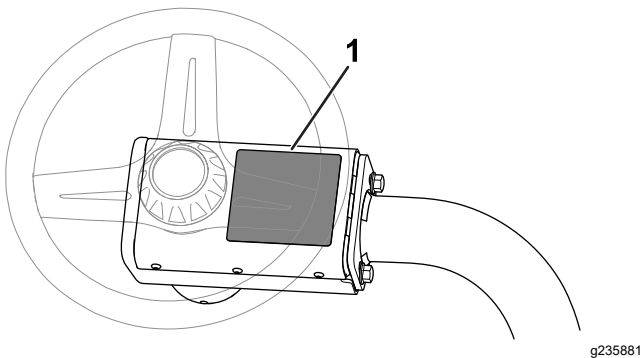

图 13
- 请把 CE 警告标贴零件号为 136-8505 贴在现有警告标贴之上零件号为 136-8506 请参阅 图 13。